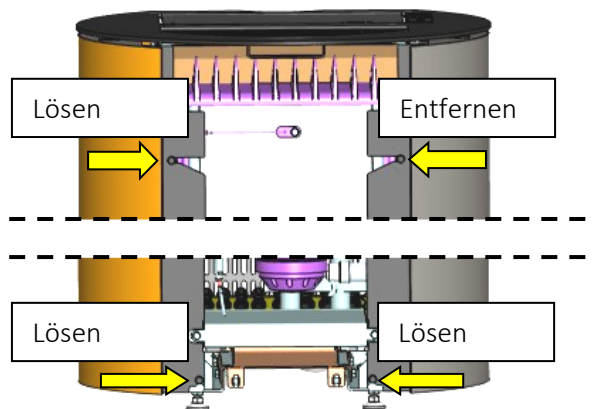

Abb. 13: Lösen der Schrauben (Frontseite)
- Auf der Frontseite die 4 Schrauben, zwei oben und zwei unten, gemäß Abb. 13 lösen bzw. entfernen